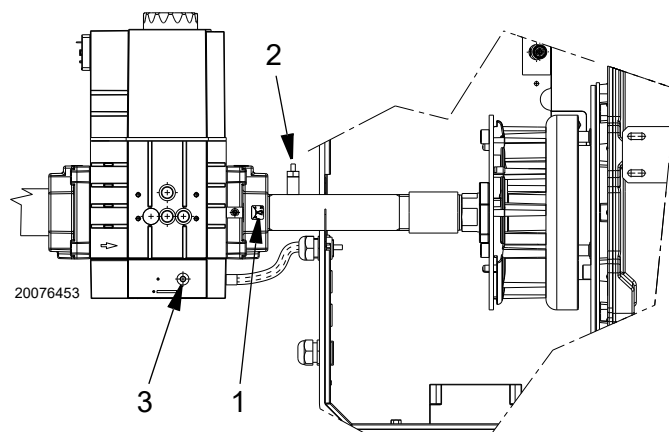

Fig. 168
- Agir sur la vis V1 en la tournant vers le signe « + » (Fig. 168 à la page 57).
Si nécessaire, agir sur la vis V2 de la vanne gaz (tourner vers le signe « + » pour augmenter le gaz, vers le signe « - » pour diminuer le gaz) (Fig. 168 à la page 57).
- Vérifier l'aspect de la flamme, si possible, ou la valeur de CO et de CO₂ pour savoir si le brûleur est suffisamment calibré (avant le réglage seuil maximum). Éventuellement, agir sur la vis V1 de la vanne gaz (tourner vers le signe « + » pour augmenter le gaz, vers le signe « - » pour diminuer le gaz) (Fig. 168 à la page 57).
- pour augmenter le débit du gaz et le CO₂ : tourner la vis V1 vers le signe « + » (Fig. 168) ;
- pour réduire le débit du gaz et le CO₂ : tourner la vis V1 vers le signe « - » (Fig. 168).
Légende (Fig. 168)